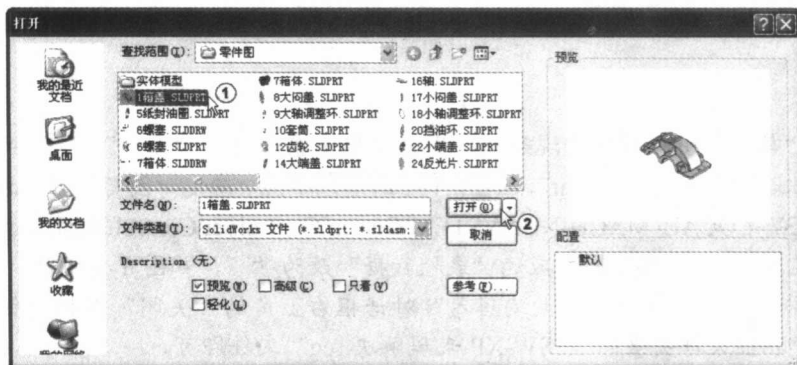
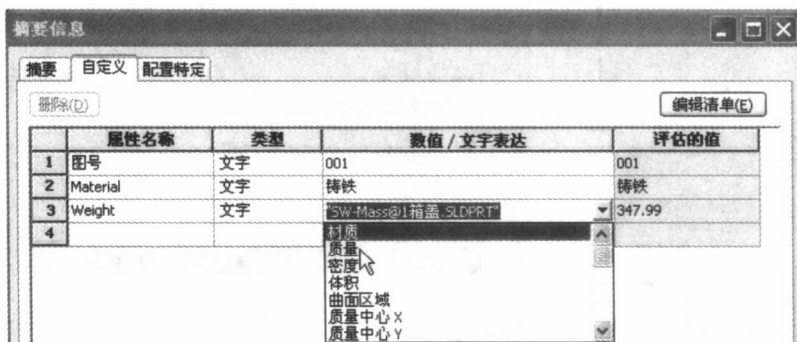

图 1-1 “打开”对话框
图 1-2 “摘要信息”对话框
(1) 单击菜单“文件”→“打开”，在弹出的“打开”对话框中找到光盘中相应文件夹里的“1 箱盖.SLDPRT”文件，如图 1-1 所示，单击“打开”图标按钮 。
(2) 单击菜单“文件”→“属性”，弹出“摘要信息”对话框，单击“摘要”选项卡，在“作者”栏中填写“江郦”。单击“自定义”选项卡，在“属性名称”栏中输入“图号”，在“类型”栏中输入“文字”，在“数值/文字表达”栏中输入“001”，在“评估的值”栏中自动获得“001”，第一栏处理完毕。
(3) 开始第二栏的操作，在“属性名称”栏中选择“Material”，在“类型”栏中输入“文字”，在“数值/文字表达”栏中输入“铸铁”，在“评估的值”栏中自动获得“铸铁”，第二栏处理完毕。
(4) 开始第三栏的操作，在“属性名称”栏中选择“Weight”，在“类型”栏中输入“文字”，在“数值/文字表达”栏中选择“质量”，在“评估的值”栏中自动获得“347.99”，第三栏处理完毕。如图 1-2 所示，单击“确定”图标按钮  关闭对话框。